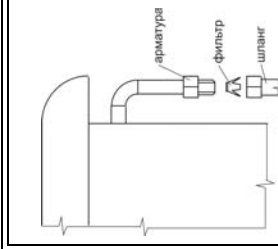

Рис. 15
- При присоединении плиты к газопроводу между подводом газа и наконечником арматуры рекомендуем установить фильтр очистки газа (см. рис. 15).